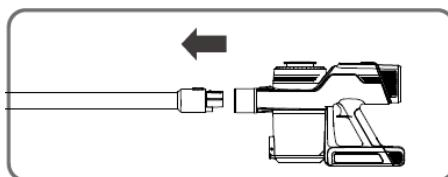

Figura 2
- Para quitar el tubo de aluminio, sujetelo con una mano y sáquelo con la otra presionando el botón. (Figura 2)